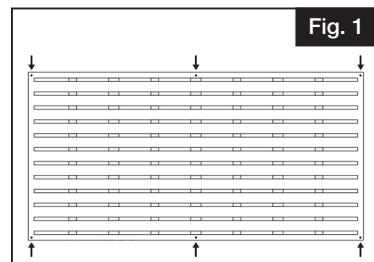
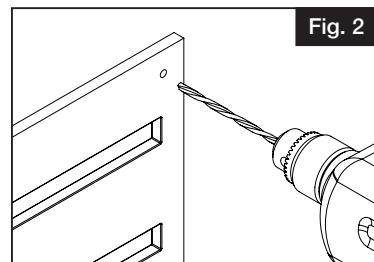

Fig. 1
Fig. 2
- 1.** Measure in 5/8" from the top and side and put a mark on each corner. Next, measure half the distance between each the top and bottom of the panel and put marks. Be sure to have six marks on the panel. (Fig. 1). Using a ¼" drill bit to allow for expansion and contraction, pre-drill a hole in the center of each mark (Fig. 2).
- 1.** Mesurer 5 8 po (14 mm) à partir du haut et du côté du panneau, et faire une marque sur chaque coin. Ensuite, mesurer la moitié de la distance entre le haut et le bas du panneau et faire des marques. S'assurer qu'il y a six marques sur le panneau (Fig. 1). Au moyen d'un foret de 1/4 po (6 mm), percer un avant-trou au centre de chaque marque pour permettre la dilatation et la contraction (Fig. 2).
- 1.** Mida 5/8" desde la parte superior y lateral y ponga una marca en cada esquina. A continuación, mida la mitad de la distancia entre cada una de las partes superior e inferior del panel y ponga marcas. Asegúrese de tener seis marcas en el panel. (Fig. 1). Con una broca de 1/4" para dar cabida a la expansión y la contracción, taladre un agujero en la parte central de cada marca (Fig. 2)